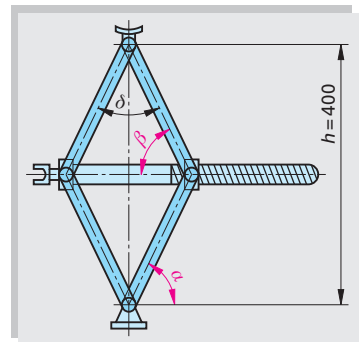

Bild 3: Wagenheber
- Wagenheber (Bild 3):** Die maximale Höhe eines Wagenhebers beträgt $h = 400$ mm. Die Schere hat dann oben einen Öffnungswinkel von $\delta = 50^\circ$. Wie groß sind die Winkel α und β ?